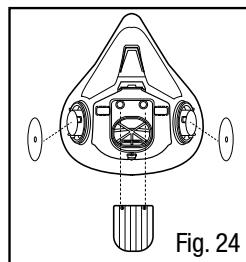

Fig. 24
4. Vuelva a colocar la Válvula de exhalación 3M™ 6583 al insertar los vástagos en los dos orificios hasta que sean visibles desde el interior de la pieza facial y luego jálelos a través de estos hasta que queden asentados y seguros (Fig. 24).